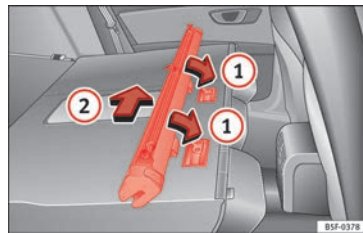

Abb. 126 Einbau der Netztrennwand an den Rücksitzlehnen
- Ordnen Sie die Schale des Netzes in der Unterseite der Stützschielen in Pfeilrichtung an »» **Abb. 126** ①.
- Drücken Sie die Schale nach links vom Fahrzeug in Pfeilrichtung »» **Abb. 126** ② und bis zum Anschlag.
- Ziehen Sie am Gehäuse des Netzes ca. 5 cm gegen die Pfeilrichtung »» **Abb. 126** ②.
- Nehmen Sie den Einsatz der Netztrennwand aus den Halteschielen, indem Sie entgegen der Pfeilrichtung »» **Abb. 126** ① ziehen.